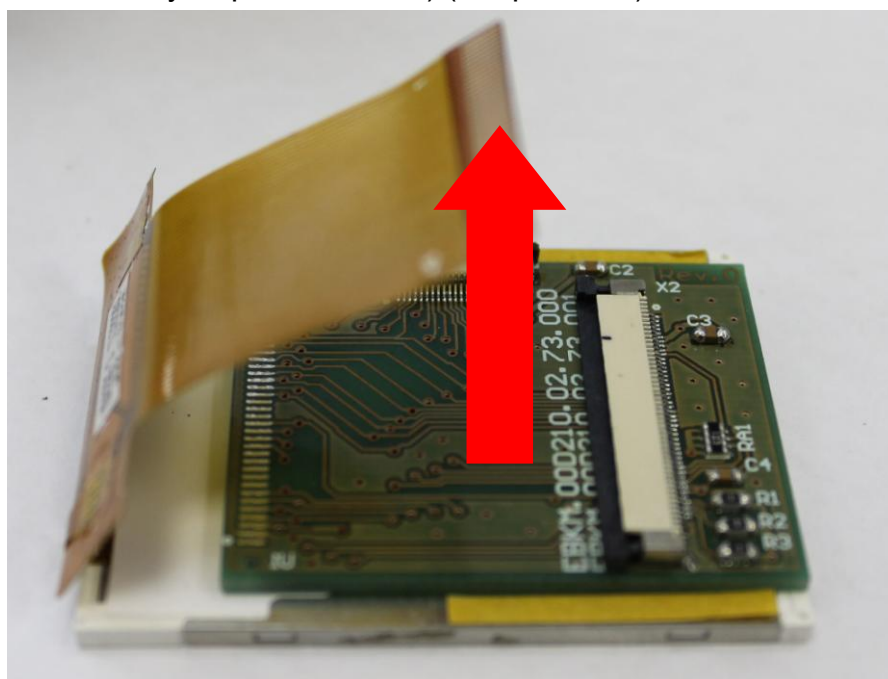

Рис. 8.20
8.7.3 Отделите модуль от монитора с помощью пинцета или скальпеля (модуль приклеен на двусторонний скотч) (см. рис.8.20).